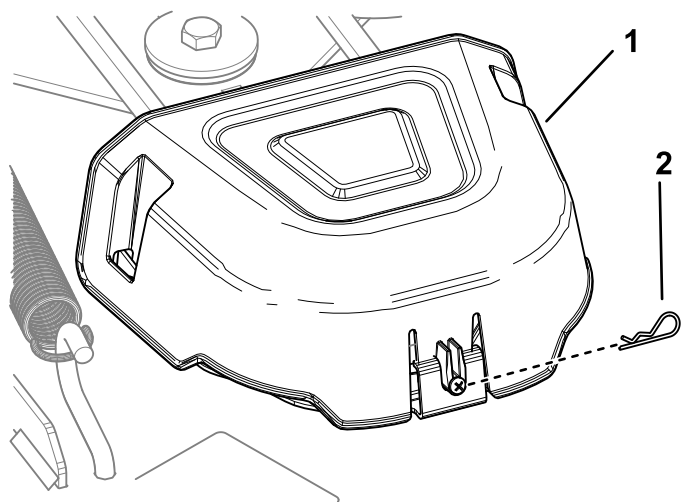

Figura 48
4. Retire el pasador de horquilla y presione la pestaña de la cubierta para retirar las cubiertas de las poleas (Figura 48).